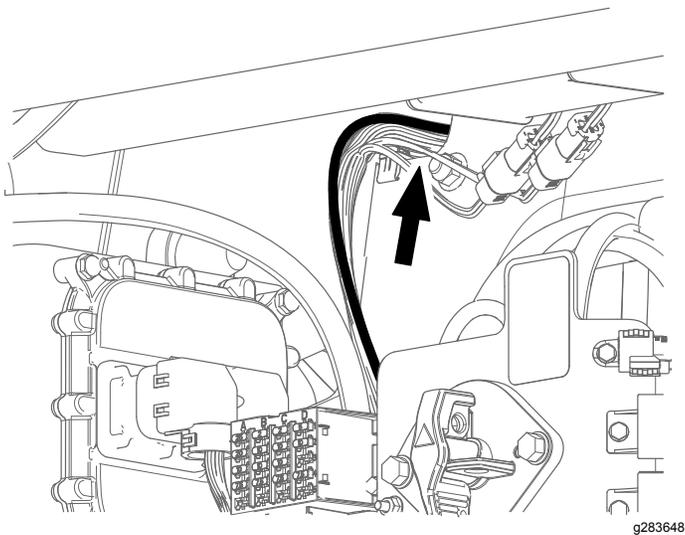

Figura 10
- 8. Pase los conectores de luz izquierda y del interruptor por el hueco del lado izquierdo de la máquina (Figura 10).